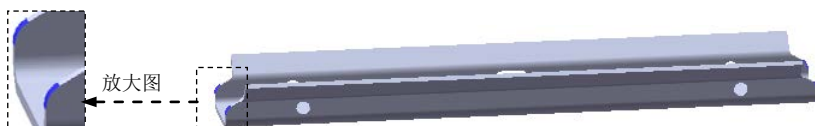

图 13.3.11 断开一边角 1
Step7. 创建图 13.3.11 所示的钣金特征——断开一边角 1。
(1) 选择命令。选择下拉菜单 **插入(I)**  **钣金(B)**  **断裂边角(E)...** 命令(或在工具栏中选择   **断开边角/边角剪裁** 命令)。